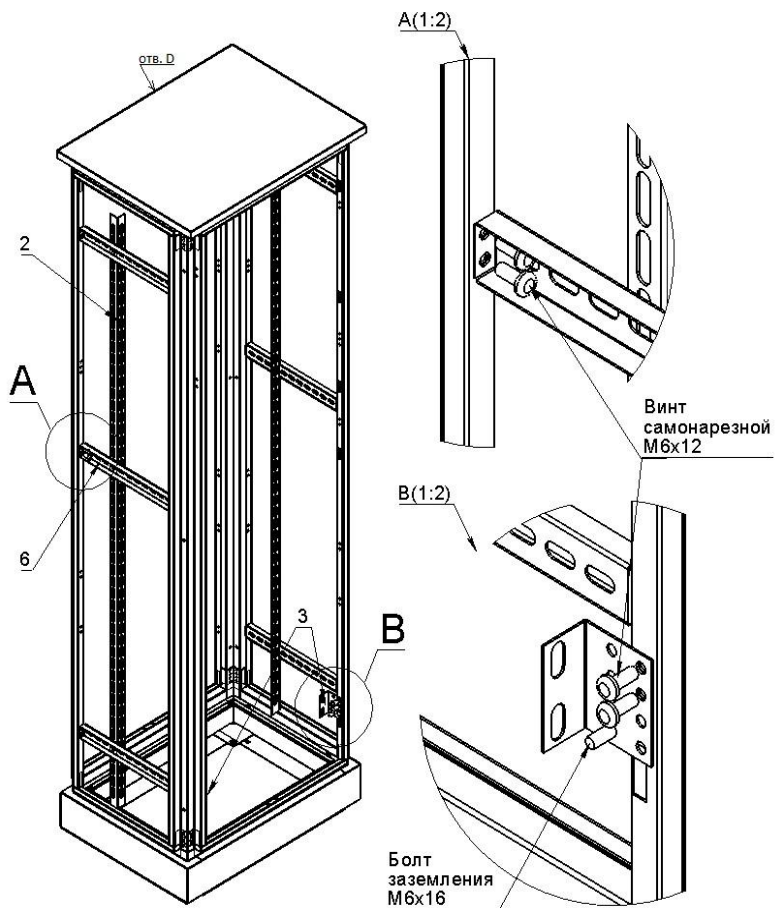

Рис. 2 Установка стяжек и уголков.
- 3) Установить стяжки **рис. 2 вид А** и уголки заземления **рис. 2 вид В**.
- 4) Установить на стяжки перфорированные монтажные уголки **рис. 2**